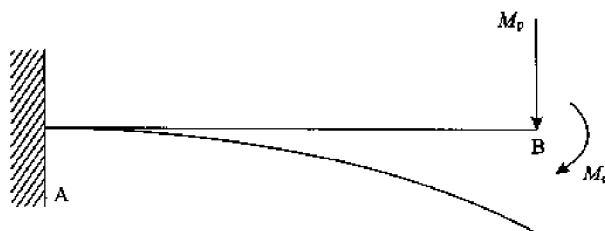

图 9-26
2. 悬臂梁 AB, 如图 9-26 所示, 当力 F_P 单独作用时的挠度和转角分别是 y_{B1} 和 θ_{B1} , 应变能为 V_F , 力偶 M 单独作用时的挠度和转角分别是 y_{B2} 和 θ_{B2} , 应变能为 V_M , 当 AB 梁在 F_P 、 M 共同作用下, B 点相应位移为_____。